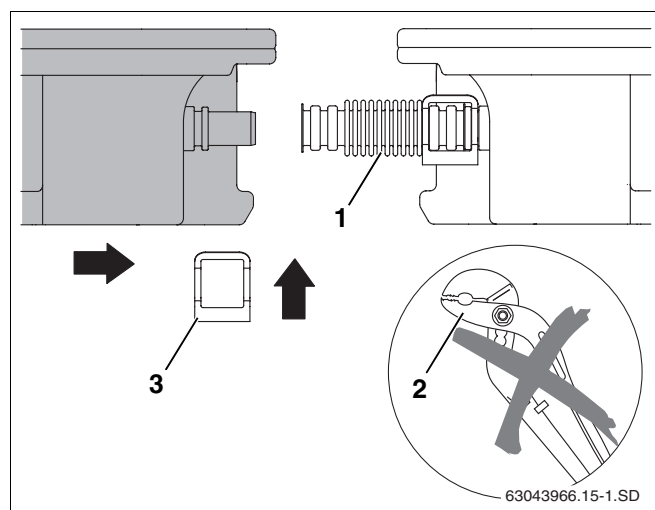

Fig. 26 Posizionamento del collettore contro il primo
- Non utilizzare alcun attrezzo ausiliario, come per esempio la tenaglia (fig. 26, **pos. 2**). Tali attrezzi potrebbero rendere inutilizzabile il tubo di raccordo.
- Spingere il secondo collettore contro il primo collettore in maniera tale che gli attacchi del collettore si infilino nei tubi di raccordo (fig. 26, **pos. 1**) premontati del primo collettore.
- Innestare la seconda clip di fissaggio sul tubo di raccordo fino all'attacco del collettore (fig. 26, **pos. 3**).